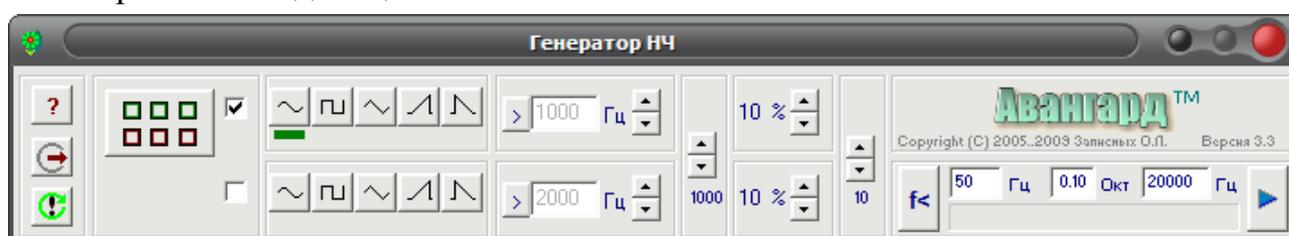

Рис. 3.3. Компонент «ГЕНЕРАТОР НЧ» для получения гармонических сигналов. Оптимальные настройки.
Для получения гармонического сигнала используется свободно распространяемый компонент LabVisual Генератор рис. 3.3, представляющий из себя низкочастотный комбинированный генератор функций. Выходные сигналы генератора могут поступать на два канала стерео выхода звуковой карты компьютера.
11. Подать на вход усилителя тестовый гармонический синусоидальный сигнал частоты 1 кГц. Для этого запустить компонент «ГЕНЕРАТОР-НЧ» рис. 3.3. Установить «независимый режим» для разных каналов, отключить второй неиспользуемый канал, сняв нижнюю галочку и установив верхний флажок, как на рис. 3.3. В первом канале установить